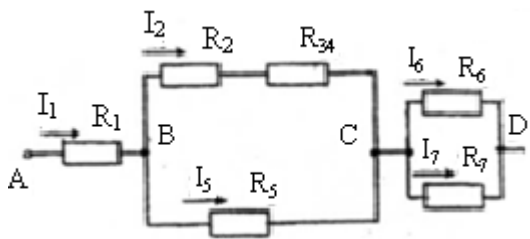
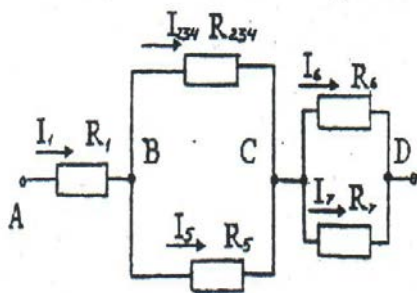

Рисунок 6 - Электрическая схема
Рисунок 7 - Электрическая схема
2. Резисторы R_2 и R_{34} (см. рис. 6) соединены последовательно, их общее сопротивление $R_{2-4} = R_2 + R_{34} = 20 + 40 = 60 \text{ Ом}$. Соответствующая схема приведена на рис. 7
Зная напряжения на участках ВС и СД, определим токи в ветвях (см рис. 7)
На основании второго свойства параллельного соединения можно убедиться на этом этапе в правильности решения задачи, применив первый закон Кирхгофа к узлу из схемы (рис. 7) следует, что:
Для определения токов резисторов R_3 и R_4 предварительно найдем напряжение на резисторе R_{34} (рисунок 6), которое эквивалентно им
Это можно сделать двумя способами: на основании закона Ома $U_2 = I_2 \times R_2 = 2 \times 20 = 40V$ или на основании третьего свойства последовательного соединения. На участке ВС верхняя ветвь представляет собой последовательное соединение резисторов R_2 и R_{34} (см рис. 6), поэтому $U_{BC} = U_2 + U_{34}$, отсюда $U_2 = U_{BC} - U_{34} = 120 - 80 = 40V$. Переходим к определению мощности, потребляемой цепью и каждым резистором в отдельности.